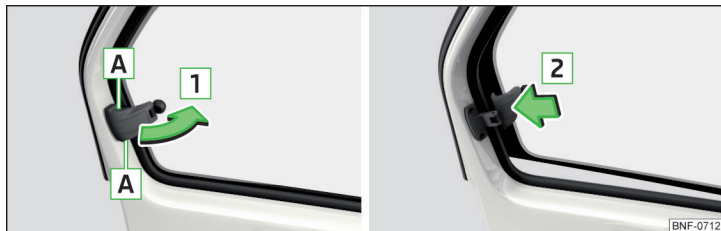

Bild 35 Öppna/stänga fönster bak
- » Öppna genom att fatta säkringen i urtaget **A** » bild 35.